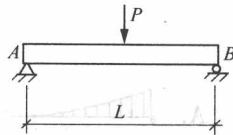

图 2A311010-18
28. 简支梁受力如图 2A311010-19 所示, 则梁中的最大弯矩为() $\text{kN} \cdot \text{m}$ 。